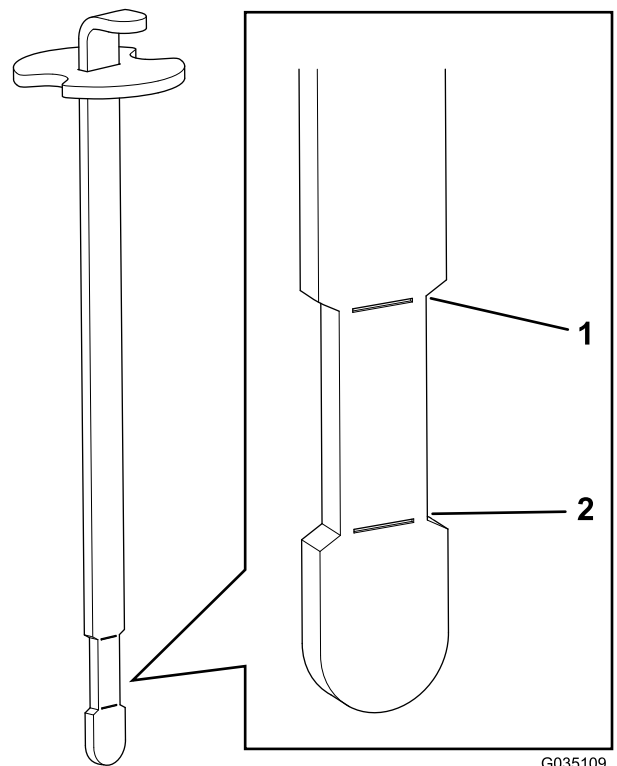

Bild 43
6. Stecken Sie den Peilstab in den Einfüllstutzen und ziehen ihn dann heraus, um den Ölstand zu prüfen (Bild 43).